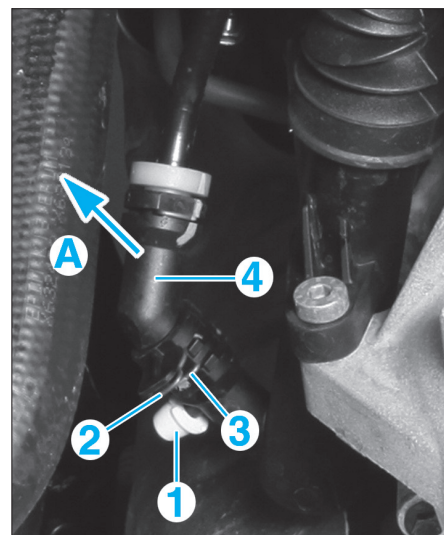

FIG. 12
- Déposer le bouchon de protection de l'orifice de purge (1) (Fig.12).
- Accoupler un tuyau transparent sur l'orifice de purge (1).